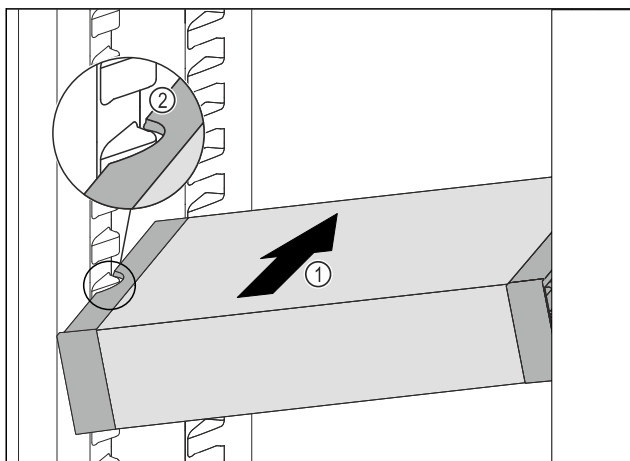

Fig. 86
- ▶ Zasuňte VarioSafe do chladničky pod úhlem tak Fig. 86 (1), aby vybrání na bocích Fig. 86 (2) VarioSafe byla na úrovni žebrování na nádoby v chladniče.